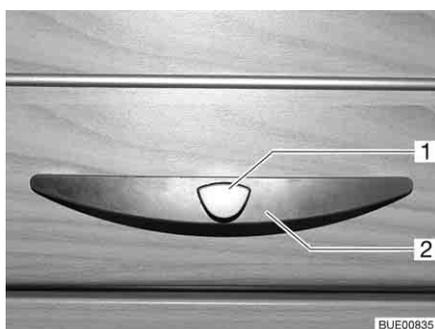

Fig. 38 Trampa de muebles con tirador (ejemplo)
- Presionar el botón de desbloqueo (Fig. 38,1) en el tirador (Fig. 38,2) y mantenerlo presionado.